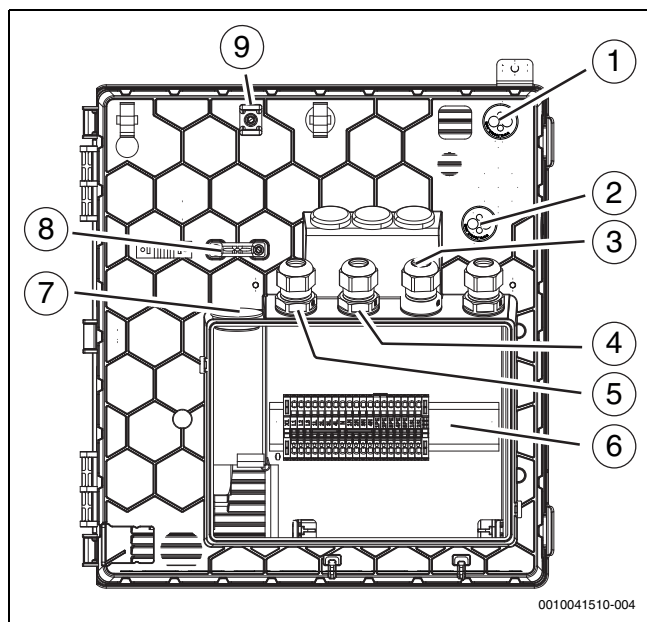

Bild 32 Kabeldurchführungen zum Klemmenkasten
Bei Kabeldurchführungen (→ Abbildung 32 [1], [2], [7]) genügt ein kleiner Einstich in die Membran, dann können die Leitungen durchgeschoben werden.
- Nach dem Einführen der Kabel die Kabelverschraubungen festziehen (→ Abbildung 32 [3], [4], [5]).
- Die festgelegten Befestigungspunkte [9] für die Befestigung der durch die Einführungen geführten Kabel verwenden (→ Abbildung 32 [1], [2]).